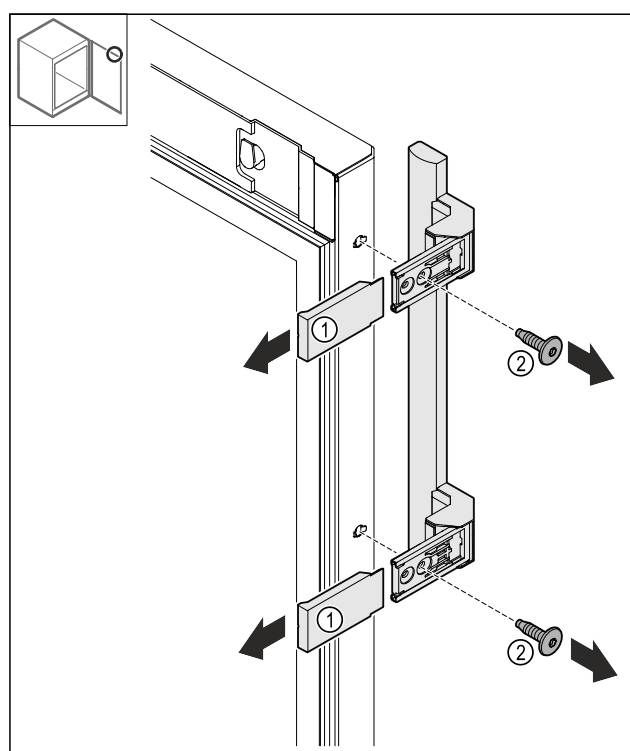

Fig. 24
- Trekk av dekslene Fig. 24 (1).
- Løsne skruene Fig. 24 (2).